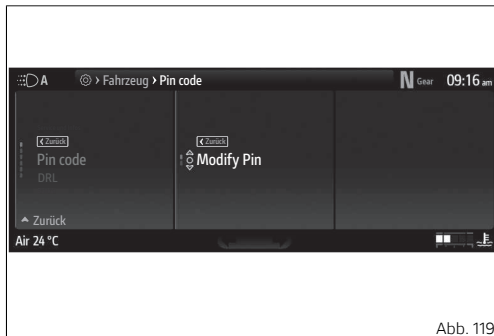
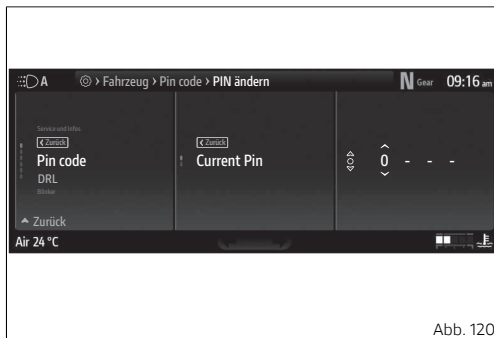

Abb. 119
Abb. 120
- Die Angabe „PIN ändern“ (Abb. 119 S.155) markieren, dann die Taste \circ drücken. Im Display wird die Angabe „PIN alt“ angezeigt, jetzt die Taste \circ drücken, um mit der Eingabe (Abb. 120 S.155) fortzufahren.